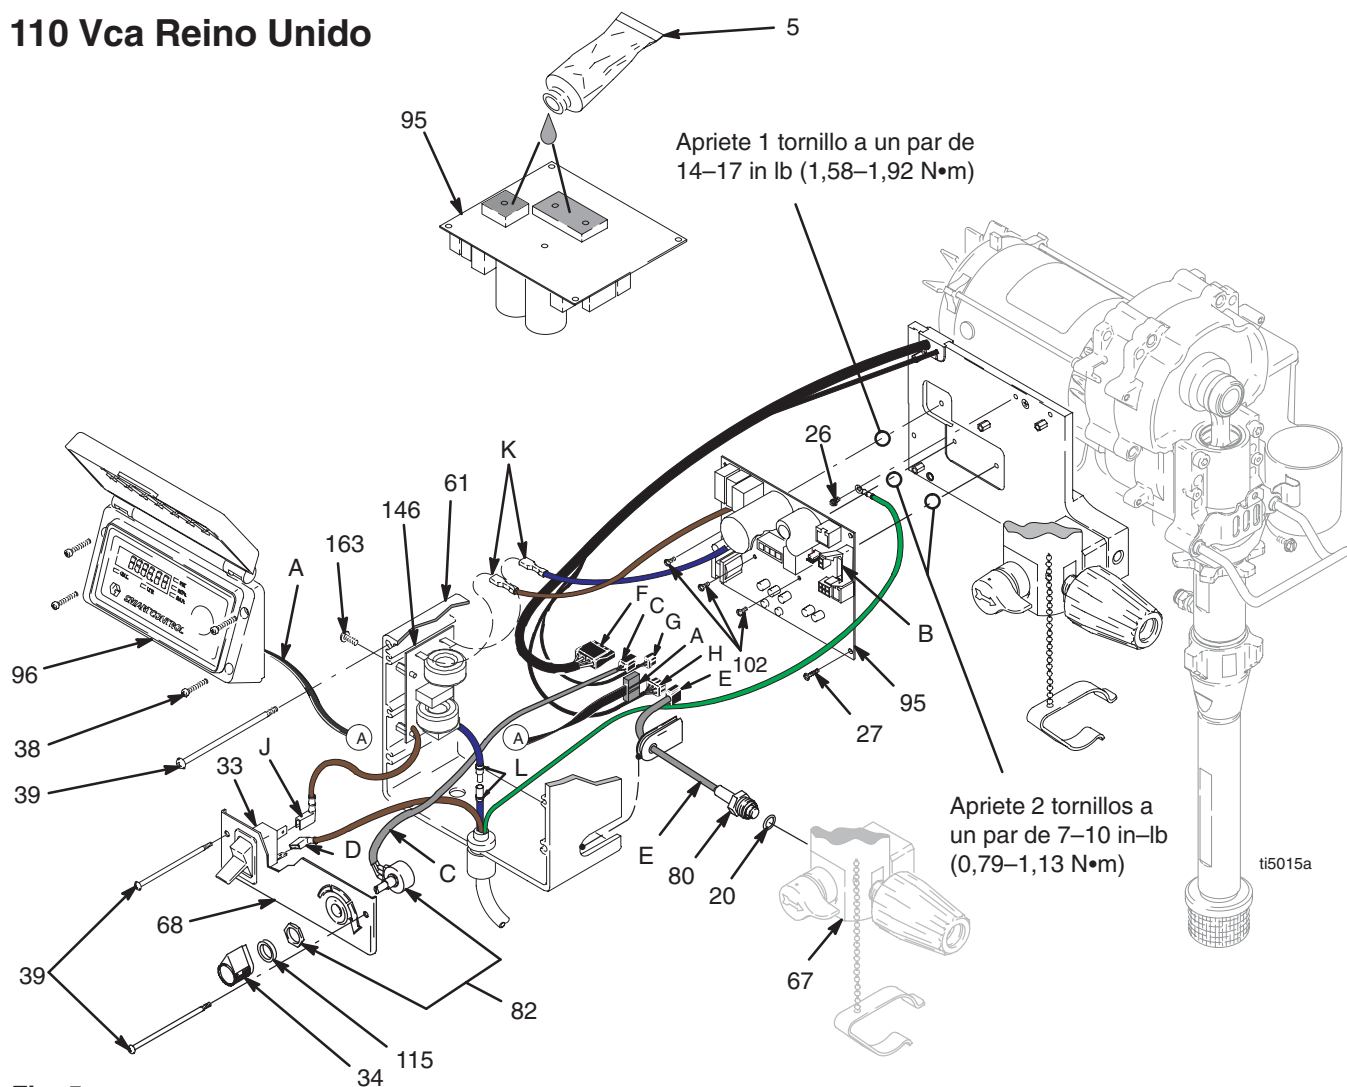

Fig. 5
2. Instale la tarjeta de control del motor (95) con los cinco tornillos (27). Apriete a un par de 9–11 in-lb (1,02 – 1,24 N·m). Instale y apriete los tres tornillos (102) a los valores mostrados en la Fig 5.
4. Enchufe el conector del transductor (E) a la tarjeta de control del motor.
5. Enchufe los conectores de potencia de la tarjeta de control del motor (K) a la tarjeta del filtro (146).
6. Instale la caja de control (61) con los dos tornillos superiores (39).
7. Enchufe los conectores de potencia de la tarjeta del filtro (J) y los conectores del cable de alimentación (D) en el interruptor de ENCENDIDO/APAGADO (33).
8. Enchufe el conector del potenciómetro (C) a la tarjeta de control del motor.
9. Instale el panel de control (68) con los dos tornillos (39).
10. Enchufe el conector de la pantalla de visualización (A) a la tarjeta de control del motor (95).
11. Instale la cubierta (96) con los cuatro tornillos (38).
- Fig. 5. Retire los cuatro tornillos (38) y la tapa (96).
- Desenchufe el conector de la pantalla (A) de la tarjeta de control del motor (95).
- Retire los dos tornillos inferiores (39). Desenchufe el conector del potenciómetro (C) de la tarjeta de control del motor (95). Desenchufe el conector de la tarjeta del filtro (J) y el conector del cable de alimentación (D) del interruptor de ENCENDIDO/APAGADO (33). Retire el panel de control (68).
- Desenchufe los conectores de potencia de la tarjeta de control del motor (K) de la tarjeta del filtro (146). Desenchufe el conector del filtro (L) del conector del cable de alimentación (L).
- Retire los dos tornillos superiores (39) y la caja de control (61).
- Desenchufe el conector del transductor (E) de la tarjeta de control del motor.
- Retire los cinco tornillos (27), los tres tornillos (102) y la tarjeta de control del motor.
- Fig. 5. Aplique una pequeña cantidad de producto térmico 110009 (5) a las áreas sombreadas de la tarjeta de control del motor (95).
- Instale la tarjeta de control del motor (95) con los cinco tornillos (27). Apriete a un par de 9–11 in-lb (1,02 – 1,24 N·m). Instale y apriete los tres tornillos (102) a los valores mostrados en la Fig 5.
- Enchufe el conector del transductor (E) a la tarjeta de control del motor.
- Enchufe los conectores de potencia de la tarjeta de control del motor (K) en la tarjeta del filtro (146). Enchufe el conector del filtro (L) al conector del cable de alimentación (L).
- Instale la caja de control (61) con los dos tornillos superiores (39).
- Fig. 5. Enchufe el conector de potencia de la tarjeta del filtro (J) y el conector del cable de alimentación (D) en el interruptor de ENCENDIDO/APAGADO (33).
- Enchufe el conector del potenciómetro (C) a la tarjeta de control del motor.
- Instale el panel de control (68) con los dos tornillos (39).
- Enchufe el conector de la pantalla de visualización (A) a la tarjeta de control del motor (95).
- Instale la cubierta (96) con los cuatro tornillos (38).
- Retire los cuatro tornillos (163) de la tarjeta del filtro (146).
- Fig. 5. Enchufe los conectores de potencia de la tarjeta del motor (K) en la tarjeta del filtro (146). Enchufe el conector del filtro (L) en el conector del cable de alimentación (L).
- Instale la tarjeta del filtro (146) con los cuatro tornillos (163).
- Enchufe el conector del potenciómetro (C) a la tarjeta de control del motor (95).